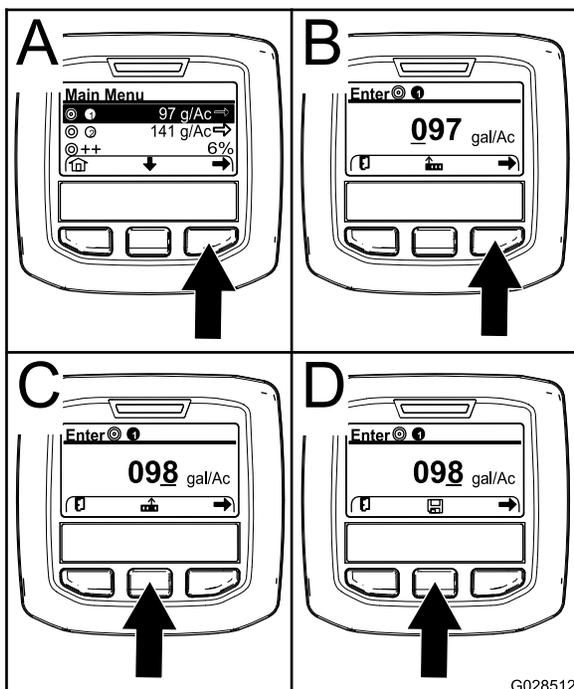

Рисунок 57
2. При необходимости нажмите среднюю кнопку выбора, чтобы выделить норму внесения для программы опрыскивателя 1 (Рисунок 57).
3. Нажмите правую кнопку выбора, чтобы выбрать программу опрыскивателя 1 (A на Рисунок 57).
- Нажмите правую кнопку выбора (B на Рисунок 57), чтобы переместить курсор на позицию следующей цифры вправо.
- Нажмите среднюю кнопку выбора (C на Рисунок 57), чтобы увеличить цифровое значение (от 0 до 9).
Примечание: Над средней кнопкой выбора (D на Рисунок 57) появится значок «Сохранить».
6. Нажмите среднюю кнопку выбора (D на Рисунок 57), чтобы сохранить запрограммированное значение интенсивности опрыскивания.